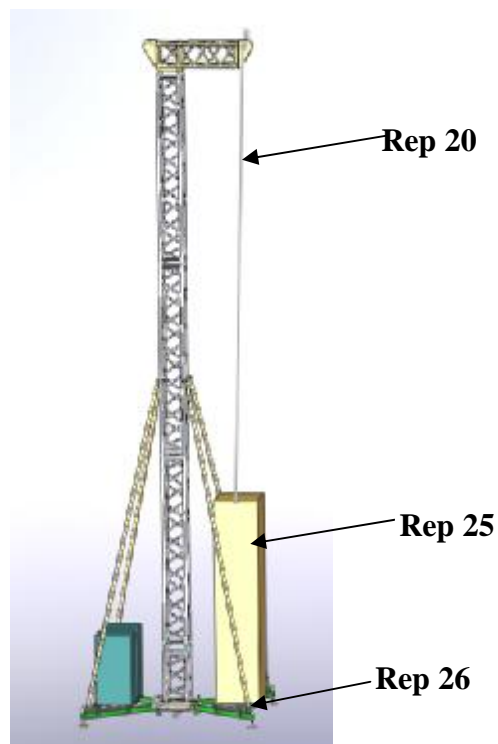

fig. 16
a) Positionner la charge à lever (rep 25) sur le second châssis support lest (rep 26) dans l'orientation souhaitée, et y fixer le câble (ou la chaîne) (rep 20), (fig. 16).